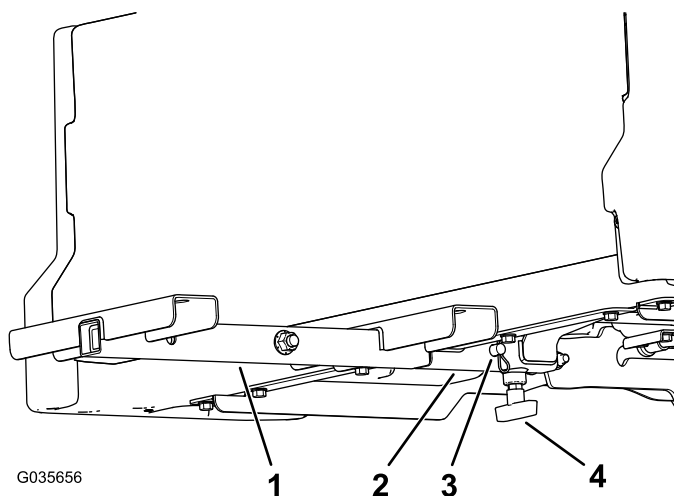

Figure 5
3. Desserrez la poignée en "T" sur le dispositif de réception du plateau de chargement (Figure 5).
4. Insérez le support en tube dans le dispositif de réception du plateau de chargement et fixez-le en position à l'aide de l'axe de chape (1/2 x 2 po) et de la goupille fendue (Figure 5).
5. Resserrez la poignée en "T" sur le dispositif de réception du plateau de chargement (Figure 5).